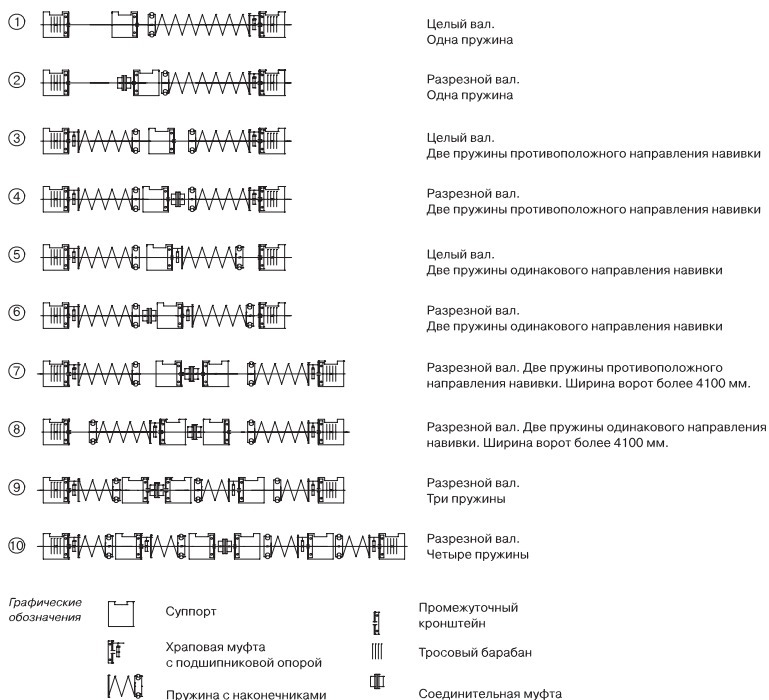

Рис. 20
- Возможные варианты монтажных схем торсионного вала представлены на рис. 20.